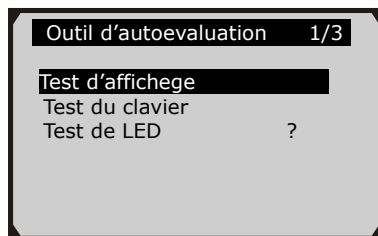

Figure 3.9
- 2) Sélectionnez **Test d'affichage** du menu **Outil d'autoévaluation** et appuyez sur le bouton **OK** pour démarrer le test. (Figure 3.9)